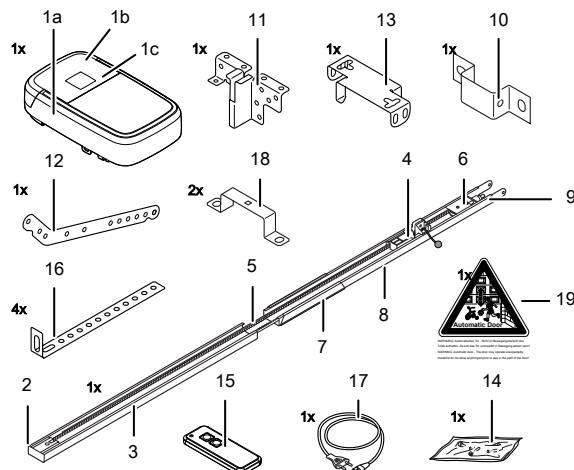

Fig. 2: Produktöversikt – enskilda delar
Montera drivhuvudet (1) på löpskenan (3, bild 2) med hjälp av fästbyglarna (18).